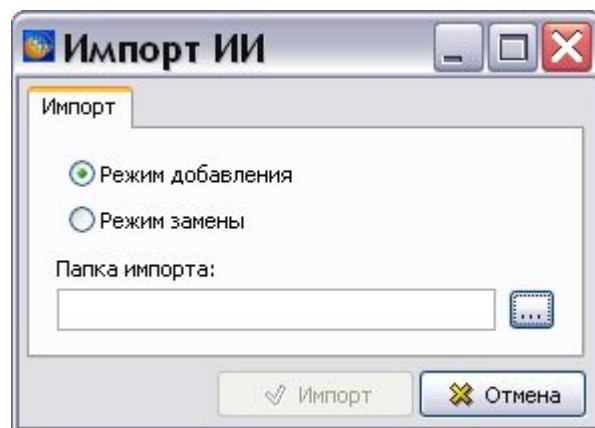

Рис. 9.12
1. В окне **Журнал извещений** нажмите на кнопку **Импорт** . При этом появится окно **Импорт ИИ** (Рис. 9.12).